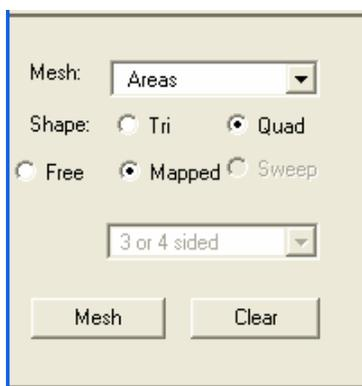

Рисунок 106. Вид четвертой секции окна *MeshTool* с опциями построения упорядоченного разбиения по четырем сторонам
- Во втором раскрываемся списке выбираем пункт *3 or 4 sided* – разбиение четырех или трехсторонней поверхности (Рисунок 106).